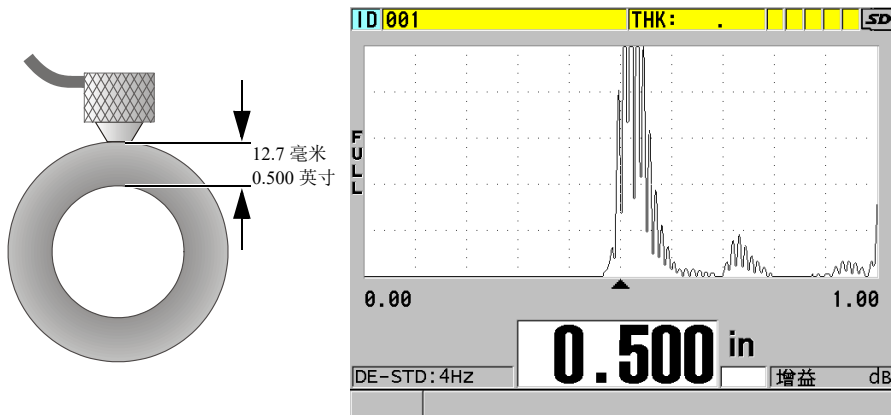

图 5-9 耦合双晶探头；读出测量厚度值
2. 施用中度到较强的力度，将探头端部耦合到被测材料的表面，并尽可能使探头平放在材料表面（参见第 76 页的图 5-9）。